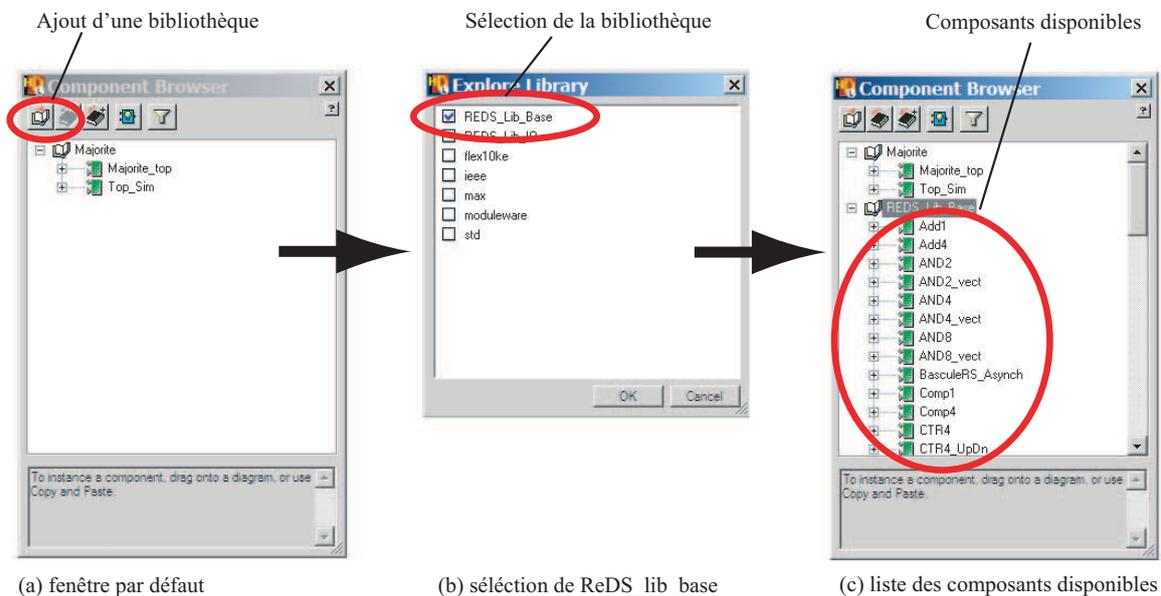

FIGURE 2.11 – Sélection de la bibliothèque *ReDS_lib_base*
2. Dans la nouvelle fenêtre, sélectionnez la bibliothèque *REDS_Lib_Base* comme montré à la figure 2.11.